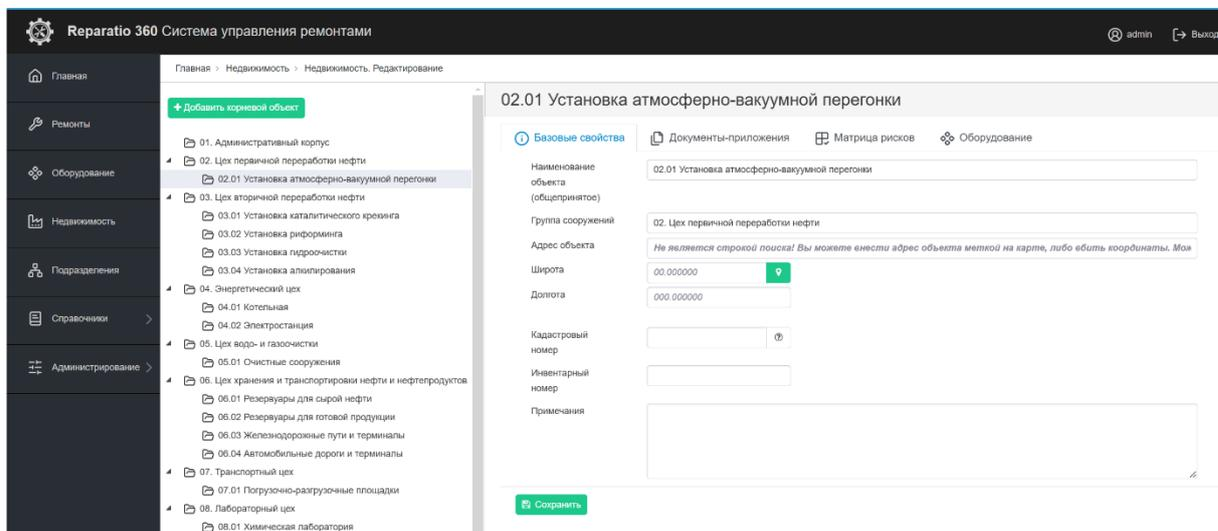

Рисунок 29. «Недвижимость. Базовые свойства»
В левой части экрана представлен иерархический список объектов недвижимости / помещений организации, в правой – карточка объекта, вкладка «Базовые свойства» (см. рисунок 29).
- ❑ **Базовые свойства** – наименование здания и его адрес (см. рисунок 29);